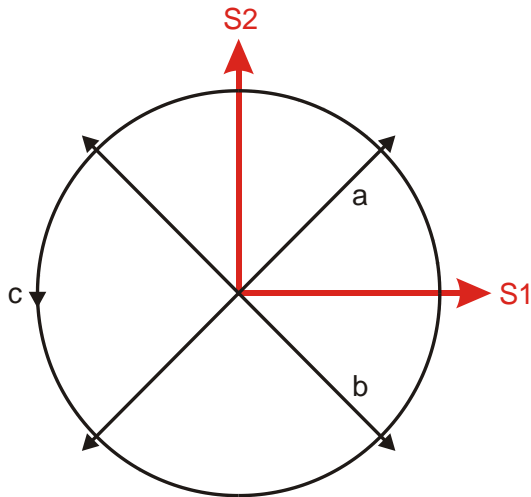
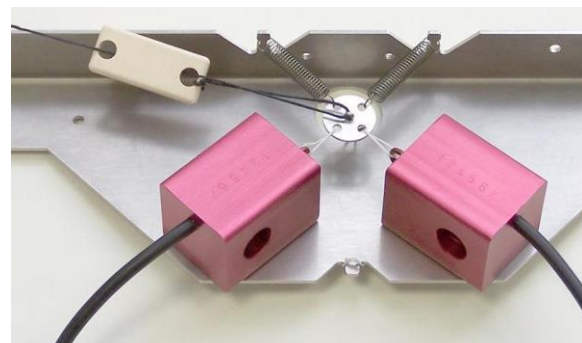
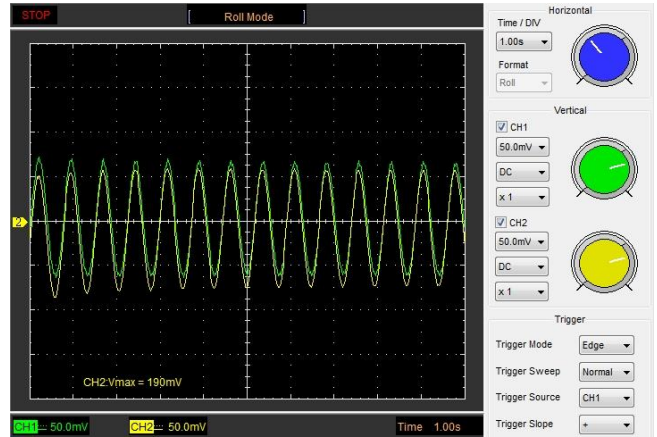

Fig. 2: Allineamento dei sensori S1 e S2 e direzioni di oscillazione esaminate del pendolo a filo
Fig. 5 Montaggio del filo
Fig. 7: Le componenti oscillatorie del pendolo a filo nell'oscillazione "sulla bisettrice"
- Spostare leggermente il filo del pendolo e lasciare oscillare sulla bisettrice fra i sensori di forza (direzione di oscillazione a in Fig. 2). Osservare e salvare l'oscillogramma.
- Spostare leggermente il filo del pendolo e lasciare oscillare perpendicolarmente alla bisettrice fra i sensori di forza (direzione di oscillazione b in Fig. 2). Osservare e salvare l'oscillogramma.
- Spostare leggermente il filo del pendolo e lasciare oscillare in circolo (direzione di oscillazione c in Fig. 2). Osservare e salvare l'oscillogramma.
Se il pendolo oscilla sulle bisettrici fra i due sensori di forza, questi ultimi saranno caricati in maniera simmetrica (direzione di oscillazione a in Fig. 2, Fig. 5). I segnali dei due sensori di forza sono in fase, cioè spostamento di fase $\varphi = 0^\circ$ (Fig. 7)
Se il pendolo oscilla perpendicolarmente alla bisettrice fra i due sensori di forza, questi ultimi vengono caricati in maniera asimmetrica (direzione di oscillazione b in Fig. 2, Fig. 5). I segnali dei due sensori di forza sono in opposizione di fase, cioè lo spostamento di fase $\varphi = 180^\circ$ (Fig. 8).